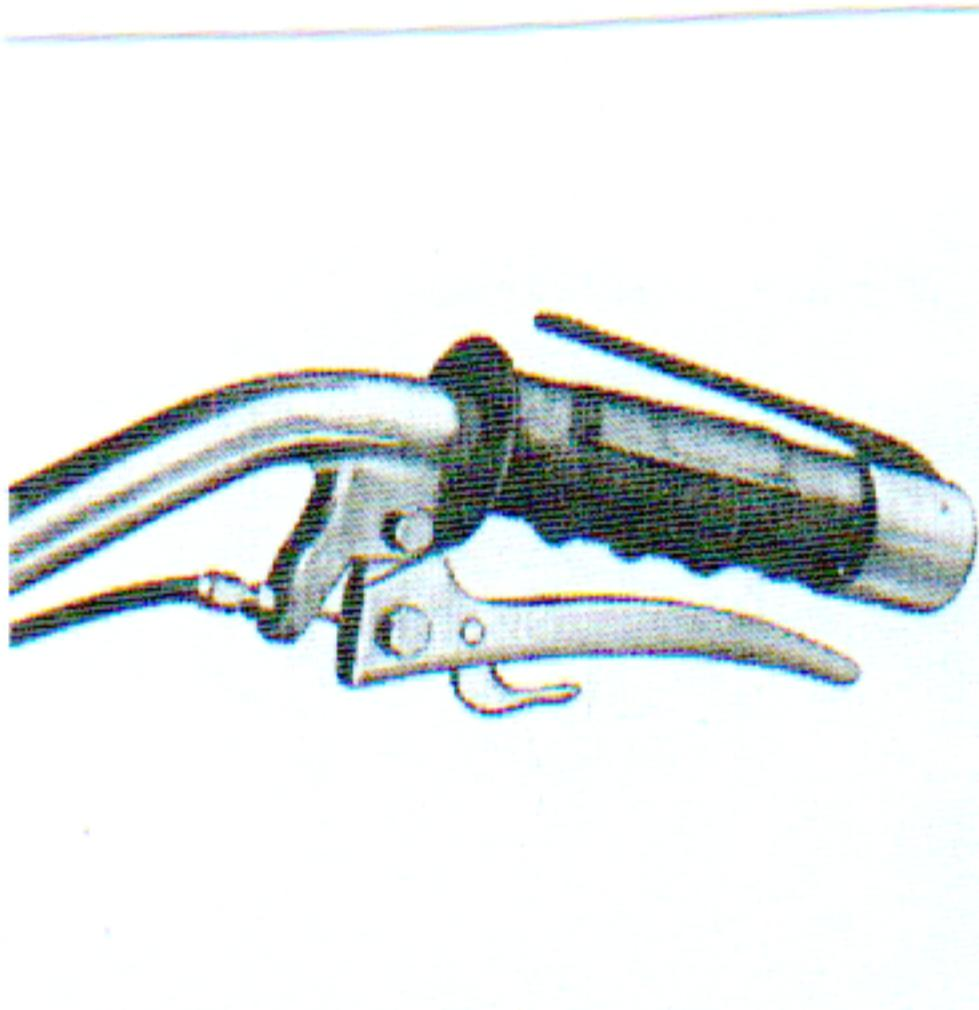

Fig.2
-trageti maneta de ambreiaj si blocati-o .Blocati impreuna cu aceasta si maneta motorstop(fig.2).Deschideti robinetul de combustibil,pozitionati maneta de acceleratie in pozitie de mijloc,aduceti pistonul motorului in faza de compresie cu ajutorul sforii si apoi trageți energic de manerul sforii,,dupa care o ghidati cu mana in pozitie orizontala.Urmariti si recomandarile din instructiunile de folosire ale motorului(atasate prezentei)